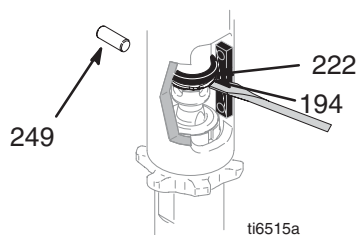
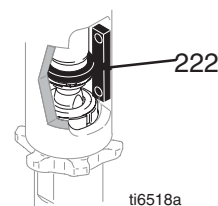

Fig. 12
Fig. 15
4. Fig. 12. Empuje hacia arriba el anillo magnético (222). Empuje hacia arriba el muelle de retención (194). Saque el pasador (249).
2. Fig. 15. Tire lentamente de la cuerda de arranque hasta que el orificio del pasador de la bomba esté alineado con el orificio de la varilla hidráulica. Fig. 12. Empuje el pasador (249) en el orificio. Empuje el anillo magnético (222). Introduzca los muelles de retención (194) en la ranura.